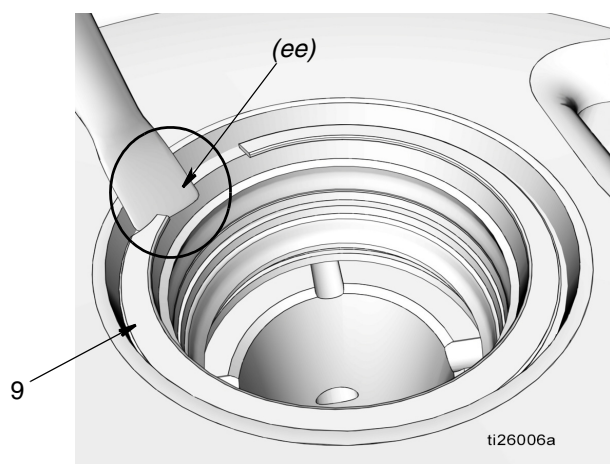
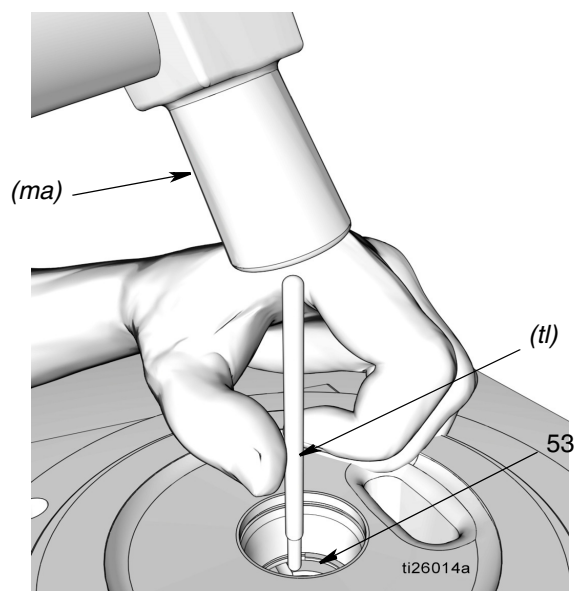

FIG. 28
FIG. 29
- a. Glisser la lame d'un petit tournevis à tête plate sous l'extrémité effilée (*ee*) de l'anneau de retenue (9) et déposer l'anneau comme indiqué à la FIG. 28.
- b. Retirer l'entretoise conique (10), le joint (11) et l'entretoise (12).
- c. Glisser la lame d'un petit tournevis à tête plate sous l'extrémité effilée (*ee*) de l'anneau de retenue (51) pour déposer l'anneau comme indiqué à la FIG. 28.
- d. Retirer l'entretoise (12), le joint (11) et l'entretoise (12).
**NE PAS RETIRER LE DERNIER ANNEAU DE RETENUE (51).**
20. Utiliser une tige en laiton doux (*tl*) et un marteau (*ma*) pour extraire le manchon (53) de l'élément de pompe de la base de la pompe (1) en tapant doucement dessus (FIG. 29).